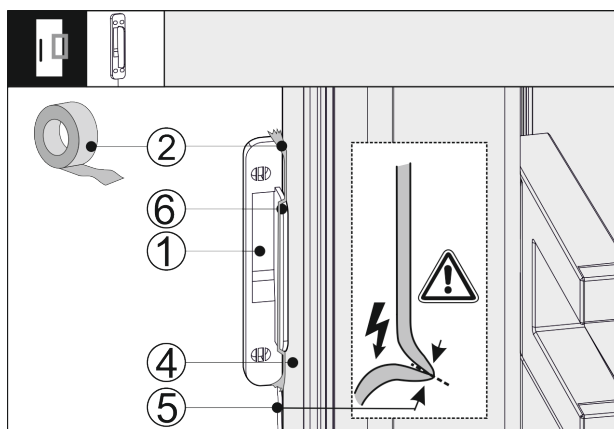

Fig. 42
- Sett bankesensoren Fig. 42 (1) på siden inntil apparatdøra Fig. 42 (4) slik at anslaget Fig. 42 (6) ligger inntil apparatdøra Fig. 42 (4). Sensorkabelen Fig. 42 (5) er litt spent, og ligger også inntil apparatdøra Fig. 42 (4).
- Fest bankesensoren Fig. 42 (1) med teip Fig. 42 (2). Bankesensoren blir senere skrudd fast til møbelfronten.